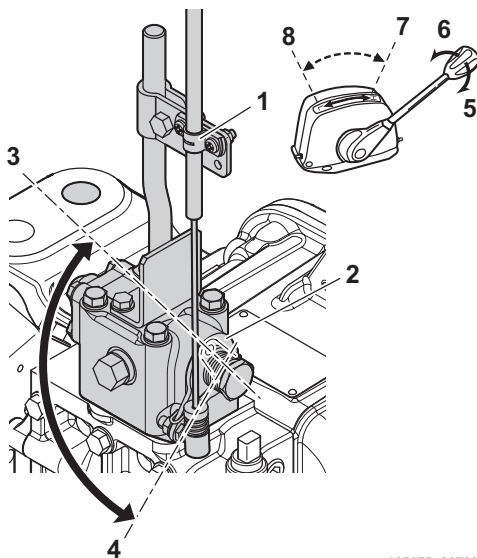

Abbildung 3
2. Drehzahl verringern, indem der Trollinghebel von hoher Drehzahl (H) (**Abbildung 3, (4)**) auf niedrige Drehzahl (L) (**Abbildung 3, (3)**) verschoben wird. Drehzahl auf den gewünschten Wert einstellen und Trollinghebel einrasten.
3. Setzen Sie den Trollinghebel vor der Rückkehr zum normalen Betrieb auf die Position für hohe Drehzahl (H).